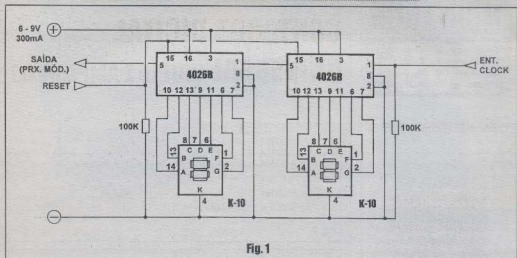

Fig. 1
- FIG. 1 - DIAGRAMA ESQUEMÁTICO DO CIRCUITO - A própria simplicidade (graças às maravilhas da micro-eletrônica...), já que - aparentemente - formado de apenas 6 componentes: dois integrados, dois *displays* e dois resistores...! Na verdade, *meia dúzia* é o número de *peças* e *não* o de componentes, já que os *displays* são arranjos híbridos, cada um deles contendo nada menos que 8 LEDs distribuídos em canaletas de reflexão, mais toda a interligação por trilhas metálicas, evidentes as ligações através da pinagem externa... Quanto aos integrados, enfim...! Cada um deles é um verdadeiro e enorrique (em termos de *quantidade* de componentes ativos, e não de tamanho...) circuito, com muitas dezenas de *gates* lógicos, cada uma delas formada por vários transistores MOS, tudo *apertadinho* sobre um substrato de silício através de técnicas de miniaturização cada vez mais sofisticadas...! Cada um dos dois